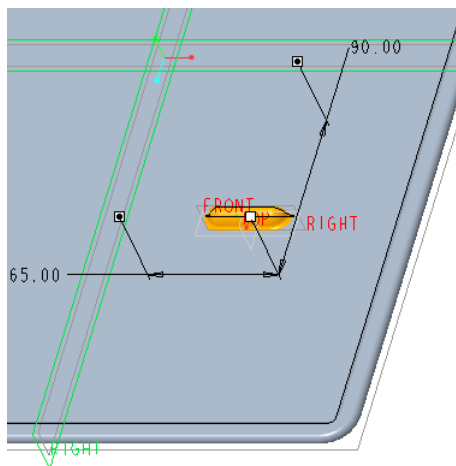
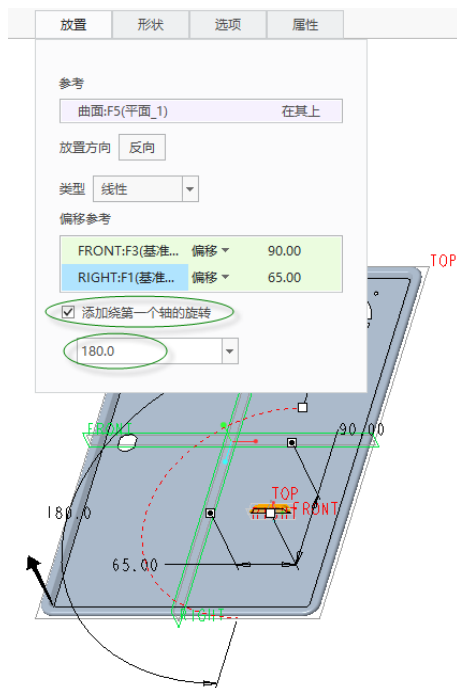

图 6-135 正面预览
图 6-136 指定绕设置轴旋转凸模
(6) 按〈Ctrl+D〉快捷键以默认的标准方向视角显示模型，以显示到钣金件的正面效果，如图 6-135 所示，显然需要绕轴旋转凸模模型。在“放置”面板中勾选“添加绕第一个轴的旋转”复选框，接着在相应的框中输入旋转角度值为“180”并按〈Enter〉键确认，如图 6-136 所示。